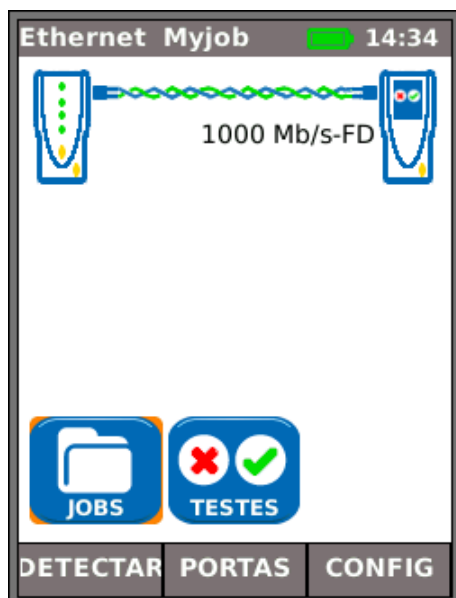

Fig 8
(1) Quando a Unidade Near-End e a Unidade Remota estiverem diretamente conectadas, com cabo de cobre ou fibra, pressione a tecla flexível DETECT (F1) para detectar todas as opções disponíveis (Fig 8). Além dos testes de mapa de fios (cobre), o desempenho do cabo pode ser testado e medido. Para uma descrição completa destas opções, veja *Descrição do menu de Testes - Modo Ethernet, página 24*.